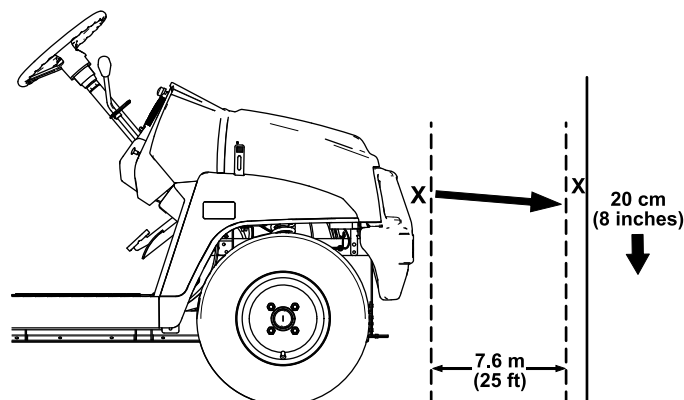

図 42
1. 平らな場所で、ヘッドライトを壁に向け、ライトと壁の距離が 7.6 m 程度になるように駐車する **図 42**。
ヘッドライトのビームの最も明るい部分が、壁に付けた印の約 20 cm 下を照らしていればよい **図 42**。